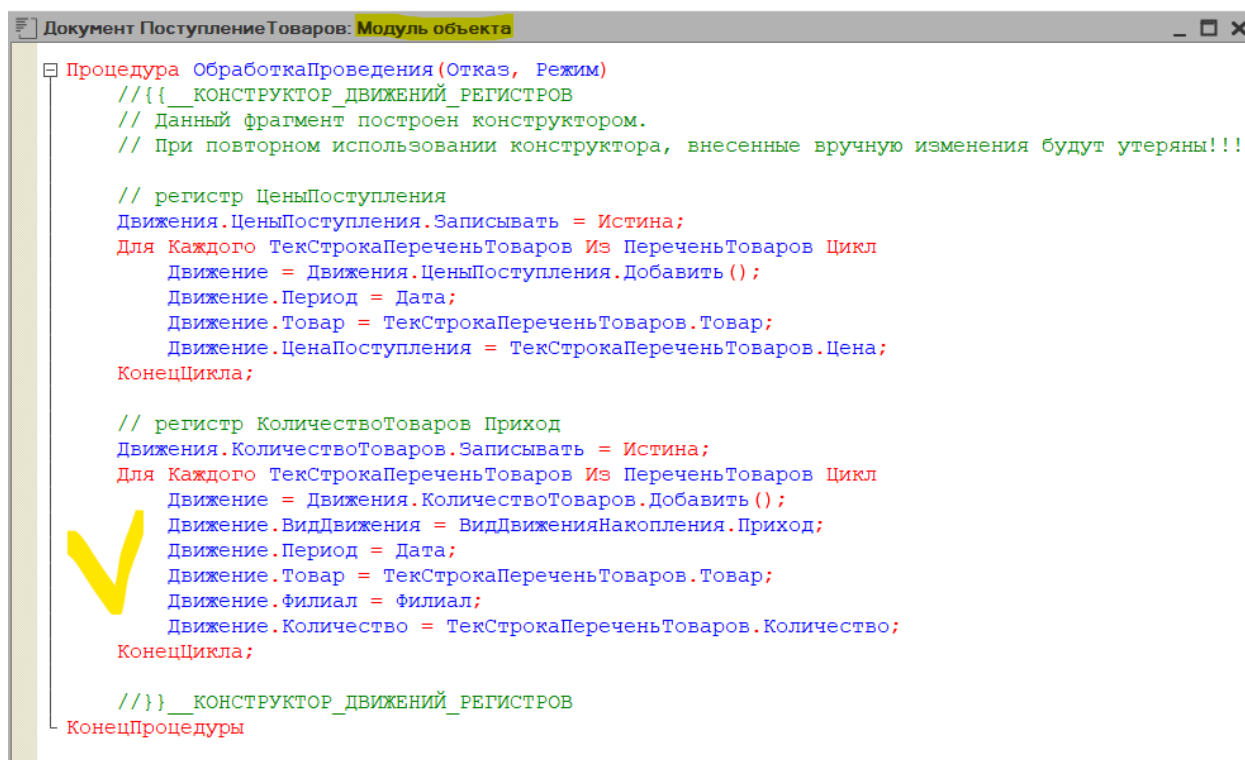

Рис. 3.36. Процедура проведения документа ПоступлениеТоваров
10. Теперь все действия в окне конструктора выполнены, осталось щелкнуть на кнопке ОК. Это приводит к автоматической генерации программной процедуры, которая формирует движения по регистру при проведении документа ПоступлениеТоваров (рис. 3.36).
11. В дальнейшем если потребуется эту процедуру найти (скажем, для коррекции или просто просмотра), то в окне редактирования объекта конфигурации ПоступлениеТоваров следует перейти на вкладку Прочее. Здесь после щелчка на кнопке Модуль объекта перед нами открывается текст, представленный на рис. 3.36.